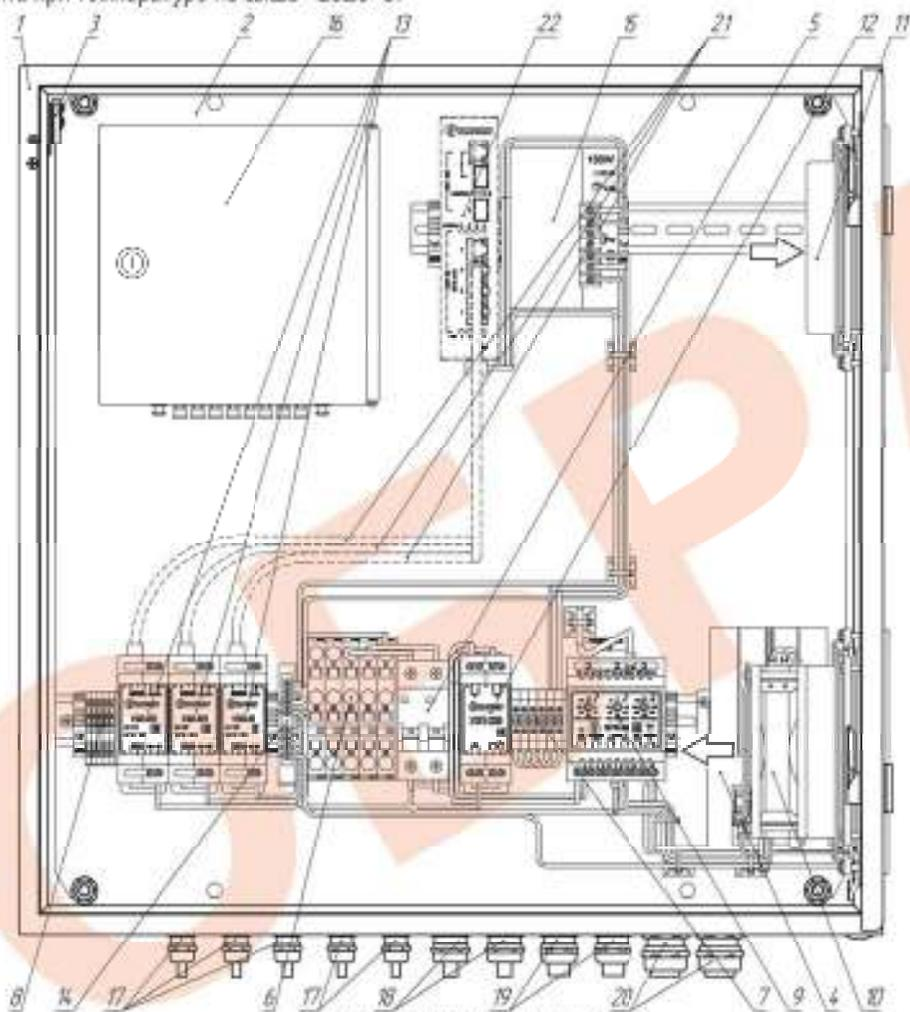

Рис.3. Устройство термошкафа
- снять оптический кросс с монтажной панели, ослабив крепежные винты (рис.3);
4. При необходимости подключить тамперный контакт S2 (рис.3) к внешнему устройству сигнализации.
5. Подать напряжение питания 220В AC на клеммы X1, при этом фазный провод (L) соединить с контактом 3.1, нулевой провод (N) с контактом 4.1, а провод заземления (PE) с контактом 5.1.